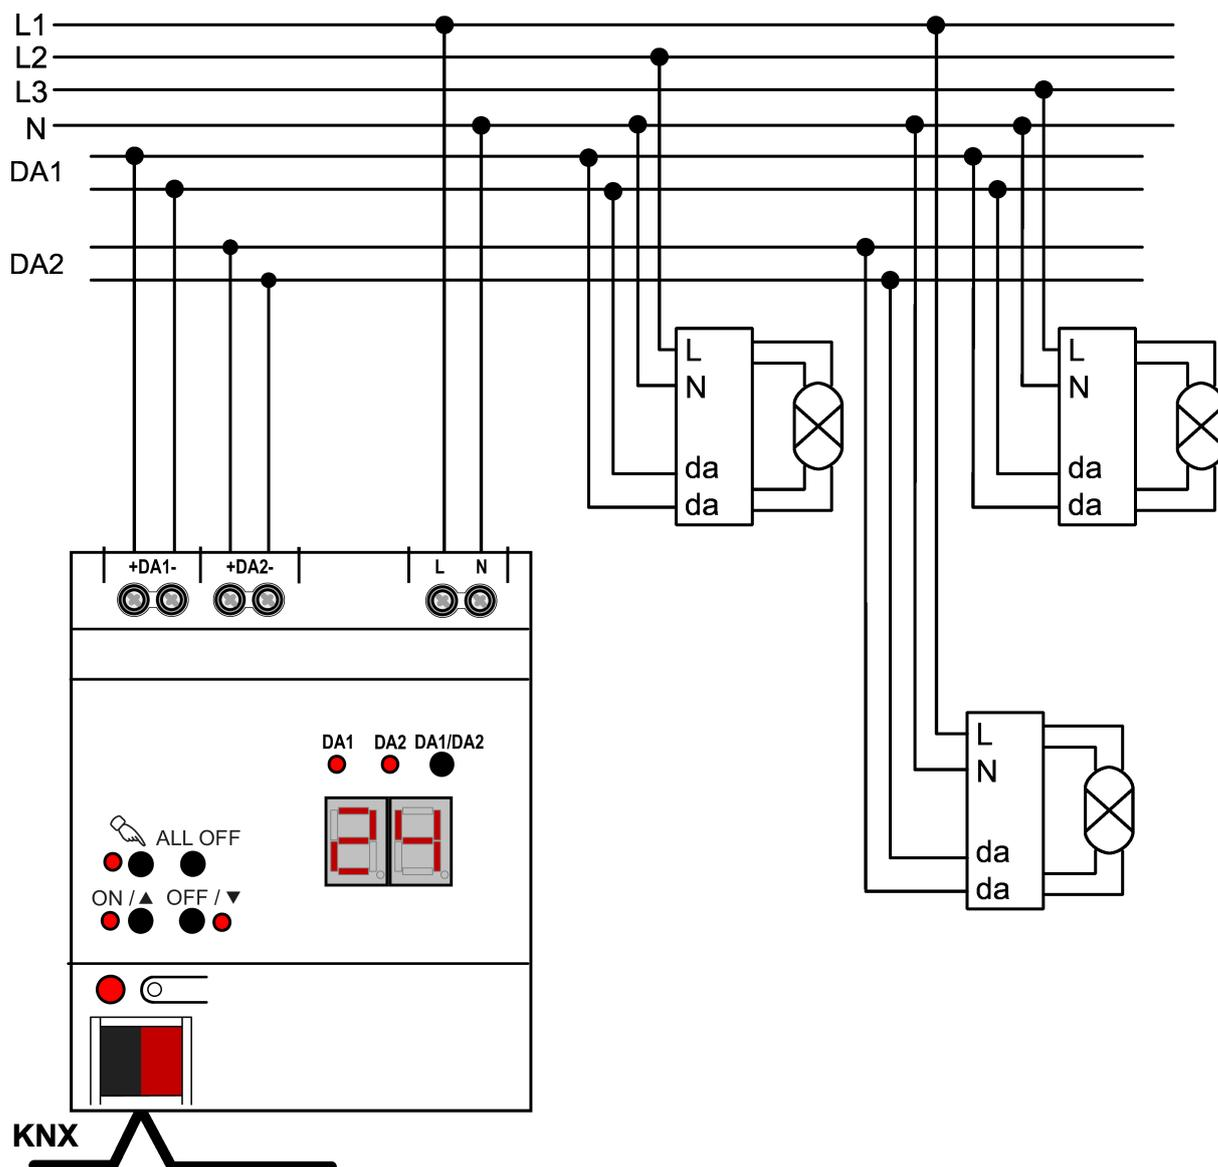

рисунок 3: Пример подключения 2-канального шлюза DALI
- Подключите устройство, как показано на примере (см. рисунок 3)